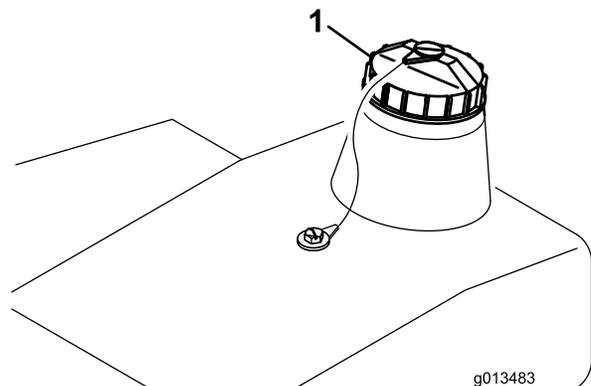

Figura 12
1. Pulite attorno al tappo del serbatoio dell'olio idraulico per impedire l'ingresso di corpi estranei nel serbatoio (Figura 12).